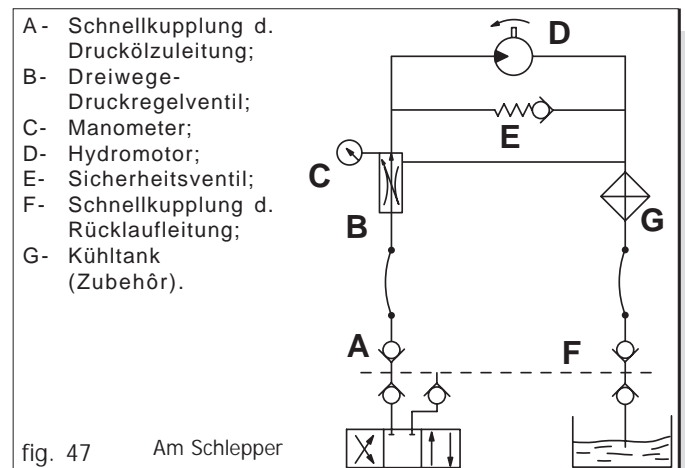

fig. 47 Am Schlepper
- **Ölversorgung:** Die Angaben der Übersichtszeichnung in Abb. 47 beachten.